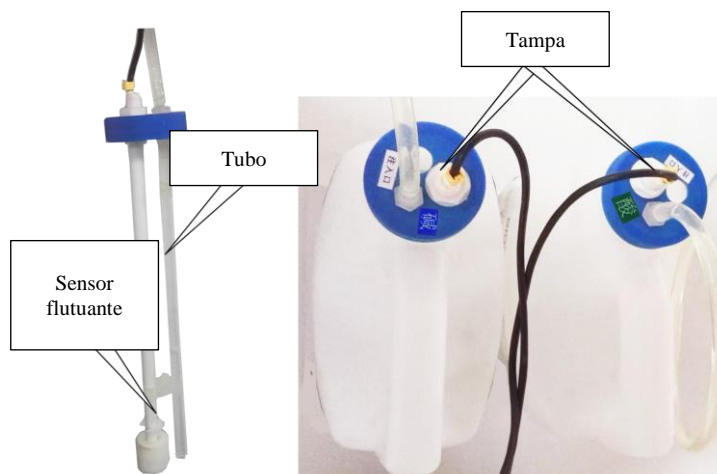

Figura 13-44 Substitua o Frasco
3. Remova a tampa correspondente do barril líquido de limpeza e substitua-a por um novo barril líquido de limpeza. Nota: Não puxe excessivamente o tubo de água durante a substituição, como ilustrado na figura 13-44.